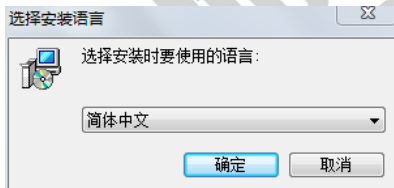
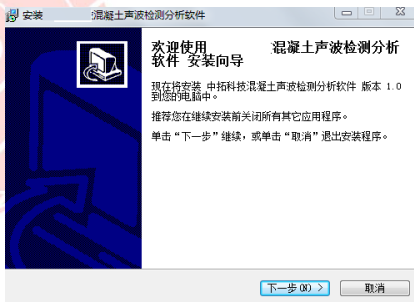
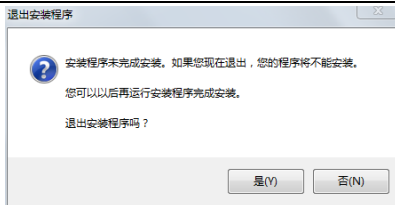

图 2.1 语言选择
图 2.2 欢迎界面
图 2.3 退出安装
- 1) 打开 U 盘，进入非金属超声检测仪分析软件 V1.20 文件夹，双击 Setup 文件，计算机会先复制文件，复制结束后则会出现如图 2.1 的语言选择界面。进行选择简体中文还是 English., 点击确定。然后，出现如图 2.2 的欢迎界面，点击下一步则进入下一步安装界面，点击取消则出现退出软件安装界面(如图 2.3), 点击图 2.3 中的否返回图 2.2 的安装界面，点击是则软件退出安装。
进入图 2.4 安装界面，在此界面用户可以输入用户名和公司名称，点击 **下一步** 开始安装，点击 **上一步** 则返回图 2.2 界面，点击 **取消** 则返回图 2.3 界面。